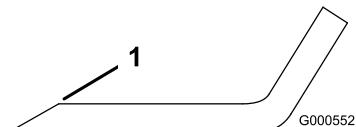
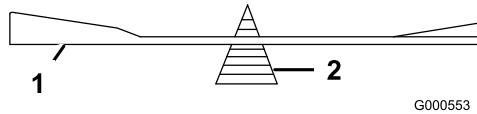

Figura 40
Figura 41
1. Affilate i taglienti da entrambe le estremità della lama con una lima (Figura 40). Rispettate l'angolazione originale. La lama conserva il proprio equilibrio soltanto se viene rimossa una quantità uguale di materiale da entrambi i taglienti.
2. Controllate l'equilibrio della lama posizionandola su un bilanciatore (Figura 41). Se la lama rimane in posizione orizzontale, è bilanciata e può essere utilizzata. Se la lama non è bilanciata, limitate del metallo soltanto dalla costa (Figura 40). Ripetete la procedura finché la lama non è perfettamente bilanciata.